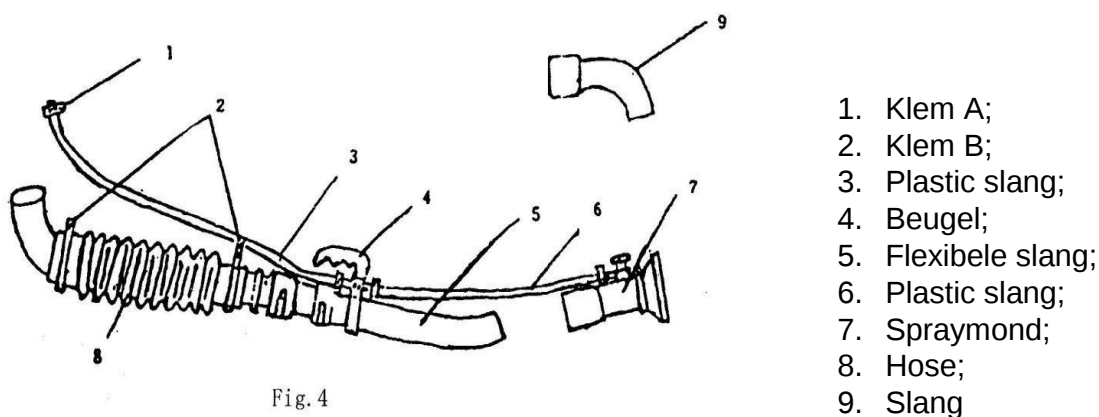

Fig. 4
1. Afdichtring 2. Verbindingsstuk 3. Drukdeksel 4. Sluit de sproeislang aan op de unit zoals afgebeeld in fig. 4.